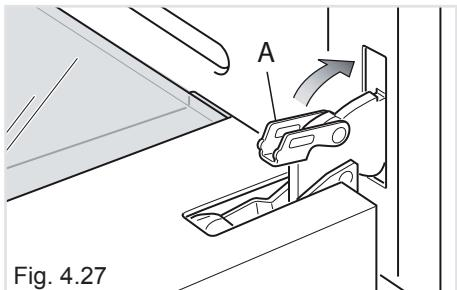

Fig. 4.27
- Aprire completamente la porta del forno e richiudere la leva “A” delle cerniere destra e sinistra (fig. 4.27).